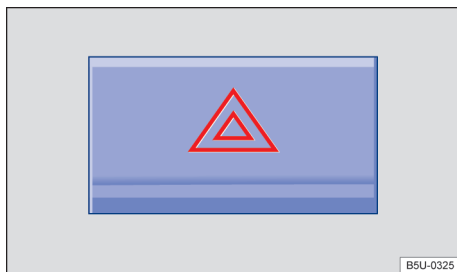

Fig. 40 Na parte superior do console central: interruptor das luzes de advertência.
2. Ligar as luzes de advertência com o interruptor ▲ → Fig. 40.
As luzes de advertência também podem ser desligadas ao pressionar o interruptor  no painel de instrumentos → Fig. 40.